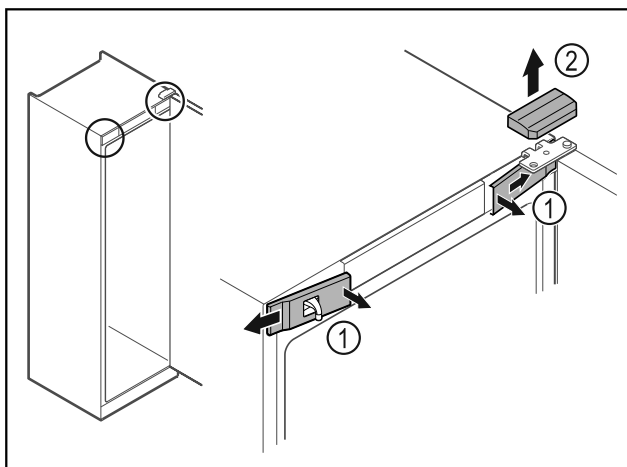

Fig. 10
- Voorste afdekkingen Fig. 10 (1) binnen ontgrendelen en naar de zijkant toe verwijderen.
- Bovenste afdekking Fig. 10 (2) naar boven toe verwijderen.